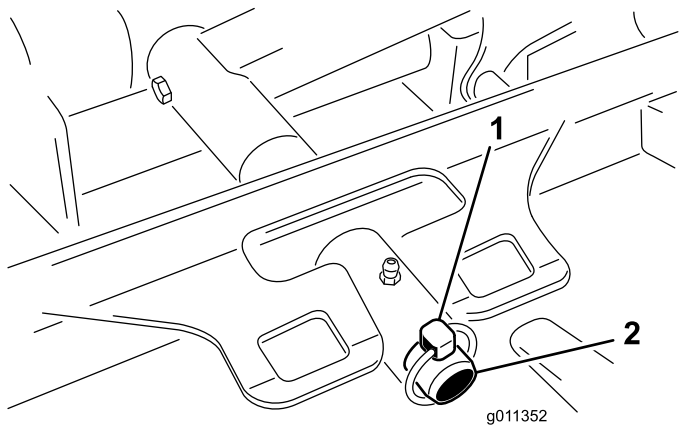

図 93
3. カッティングユニットのキャリアフレームを昇降アームのピボットピンに固定しているリンチピンランドマスター4500またはリテーナナットランドマスター4700を外す **図 93**。
2. カッティングユニットのキャリアフレームを昇降アームのピボットピンにセットする **図 93**。カッティングユニットをピンに取り付けるリンチピンランドマスター4500またはリテーナナットランドマスター4700を使用する。